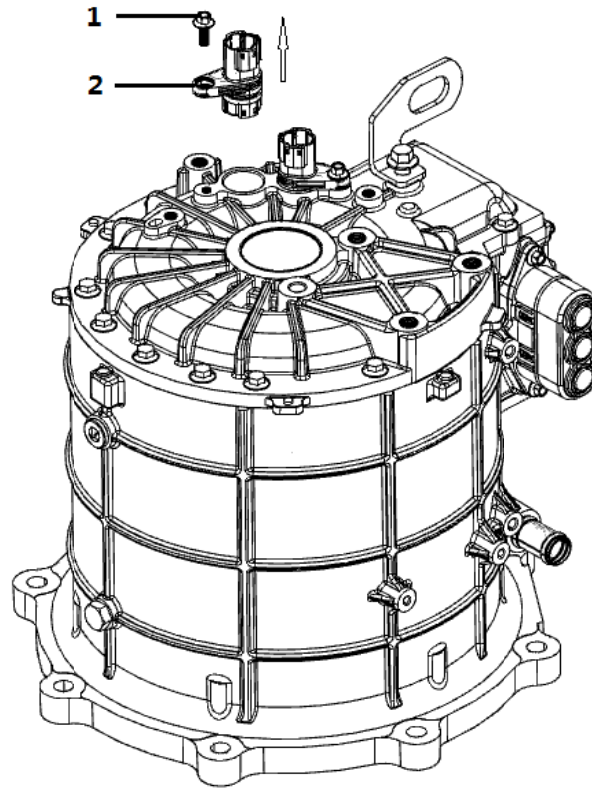

图3
- ① 用扳手将M6*10六角头螺栓（1）扭下来。
- ② 将温控接插件（2）取出来，斜口钳将温控接插件中间部分取下。
- ③ 取新的温控接插件连上旋变引线端插件，在温控接插件装配面涂上一层润滑油，箱体配合孔也涂上一层润滑油。再将温控接插件插入后箱体配合孔内。最后将M6*10六角头螺栓（1）扭上，扭力为12 N•m。（见图3）